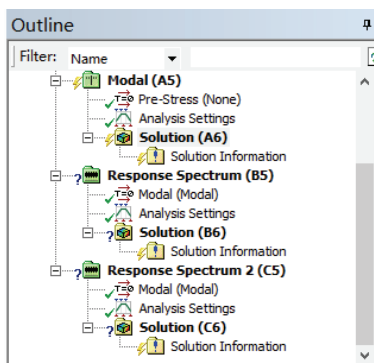

图 12-4 分析树结构图
1) 双击主界面项目管理区项目 A 中的 A3 栏 Model 项，进入 Mechanical 界面，如图 12-4 所示，其包含了需要进行的 3 个分析，在该界面下可进行网格的划分、分析设置、结果查看等操作。